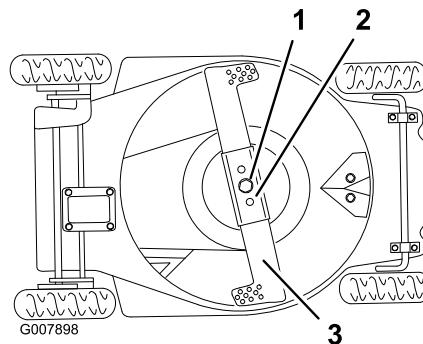

Figura 30
2. Inclinete il tosaerba sul lato **sinistro** (Figura 30).
2. Togliete il bullone della lama, la rondella di bloccaggio, la lama e il rinforzo della lama (Figura 30).